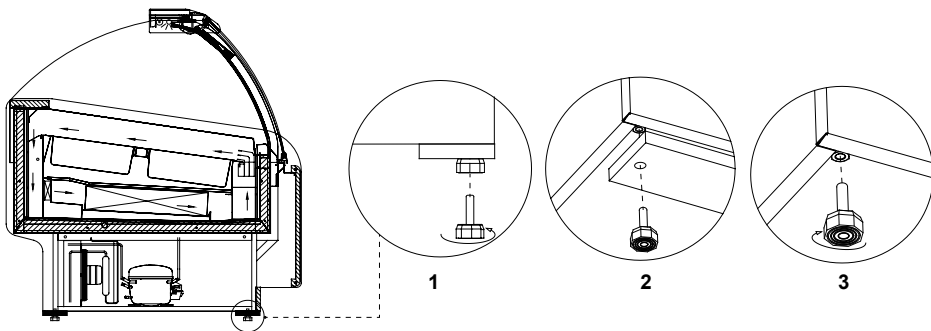

Рис.4 Удаление деревянного поддона
- Распаковать оборудование и удалить деревянный поддон, находящийся на подставке Рис.4 (стр.34)